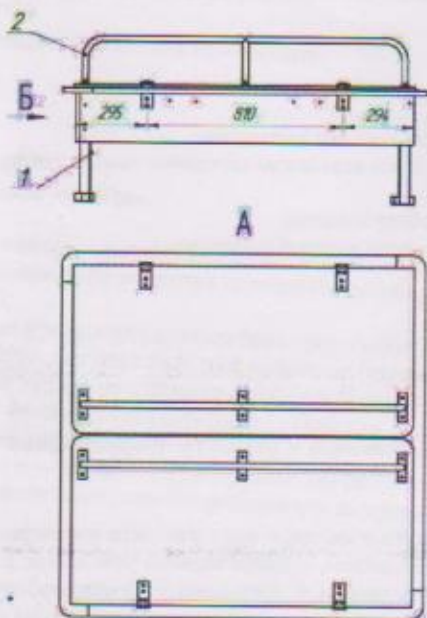

Рис. 3
14.5 Сборка песочницы проводится согласно схеме (рис.3)